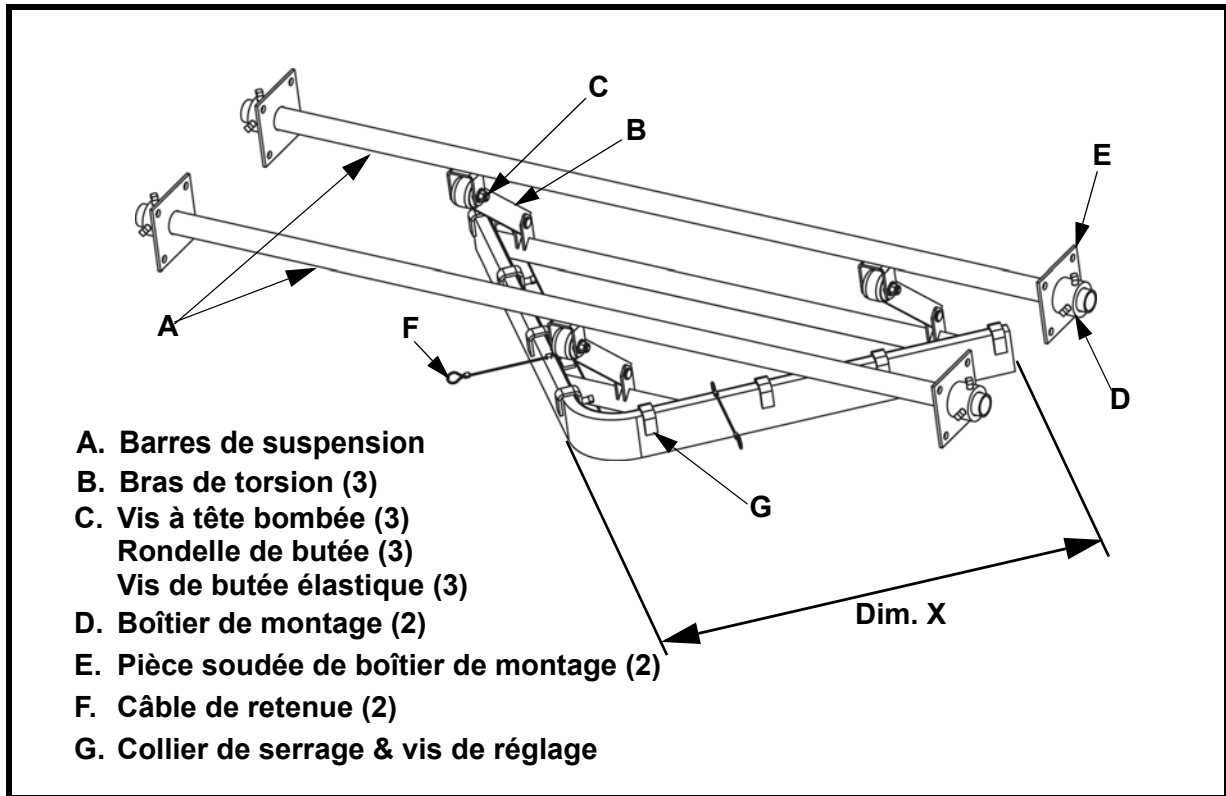
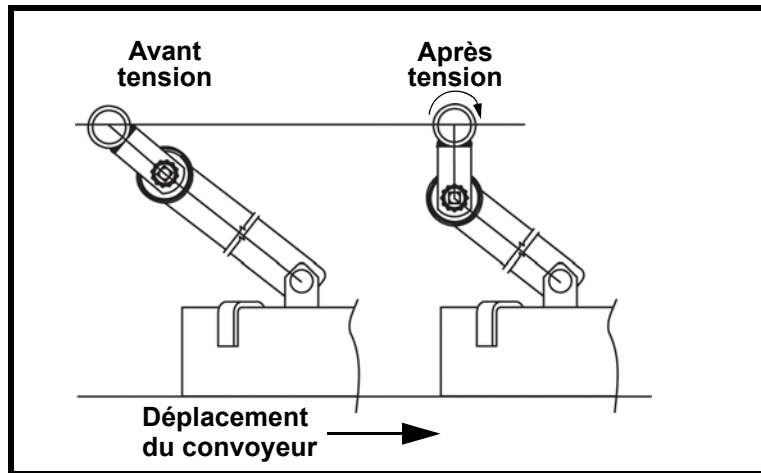

Figure 5. Installation du Chasse pierres en V Martin® Torsion
Figure 6. Tension du chasse pierres en V Martin® Torsion
7. Insérer les barres de suspension (A, figure 5) dans les trous de fixation. Attacher chaque bras de torsion (B) aux barres de suspension à l'aide de trois vis de butée, de rondelles de butée et de vis de butée élastiques (C) non serrées.
8. Centrer la lame sur le convoyeur. Coulisser un boîtier de montage (D) sur le côté éloigné de chaque barre de suspension et le lever contre la plaque vissée. Serrer les deux vis de réglage de chaque boîtier de montage.
9. Voir la figure 6. Éloigner la lame du tambour de queue jusqu'à ce que les pattes de la barre de suspension et le bras de torsion soient alignés comme illustré. Serrer les vis de butée élastiques à 95 ± 5 ft-lb ($13 \pm .7$ kgm)
10. À l'aide d'un serre-tube, tourner les barres de suspension dans la direction indiquée sur la figure 6 jusqu'à ce que les pattes de la barre de suspension forment un angle de 90° avec le convoyeur et que la lame soit contre le convoyeur sans toutefois modifier la ligne de convoyeur. S'assurer que la lame est en contact régulier avec le convoyeur aux trois coins.
11. Bloquer les barres de suspension dans cette position en serrant les deux vis de réglage dans chaque pièce soudée de boîtier de montage (F, figure 5).
12. Fixer deux câbles de retenue (F, figure 5) sur les rails de châssis du convoyeur ou sur les plaques en acier comme illustré au tableau III. Ne pas laisser plus de 2 in. (51 mm) de mou dans les câbles.